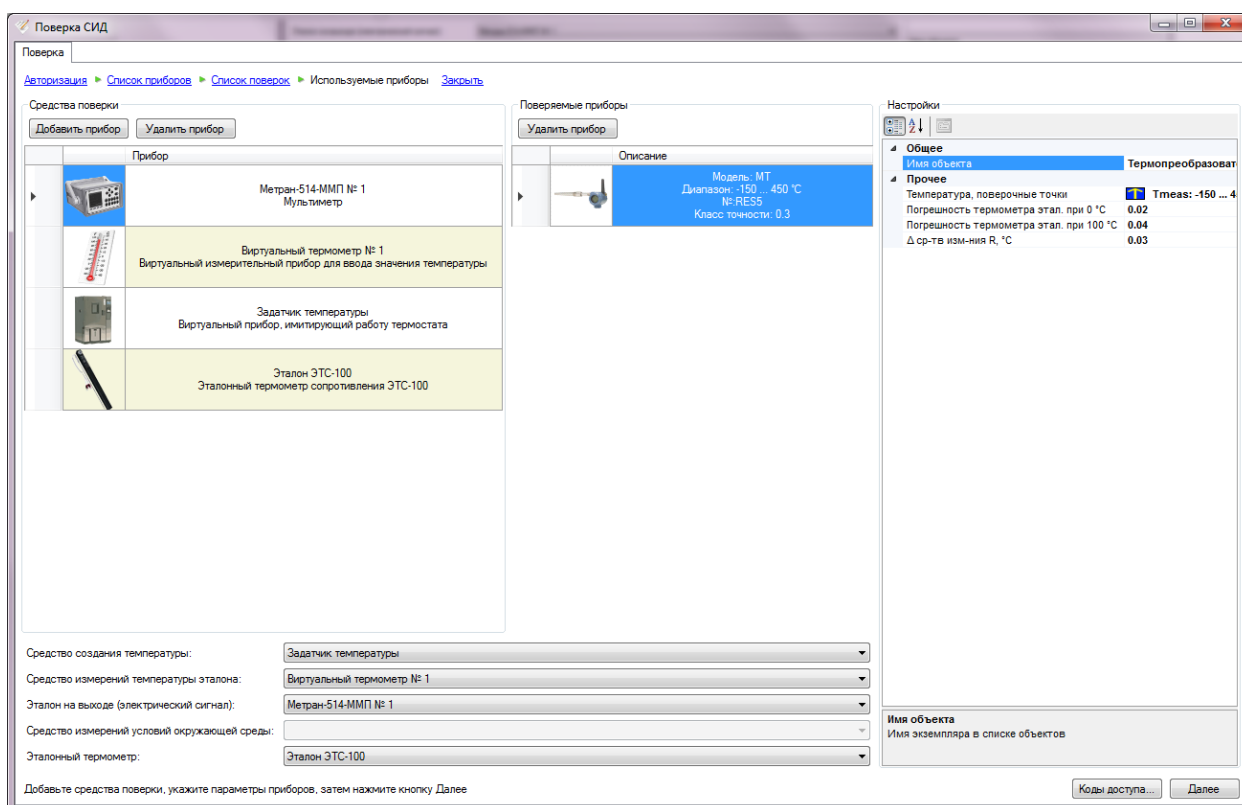

Рисунок 4.60 – Параметры поверяемого ТС. ГОСТ 8.461-82
– ГОСТ 8.461-82 ГСИ (см. Рисунок 4.60):